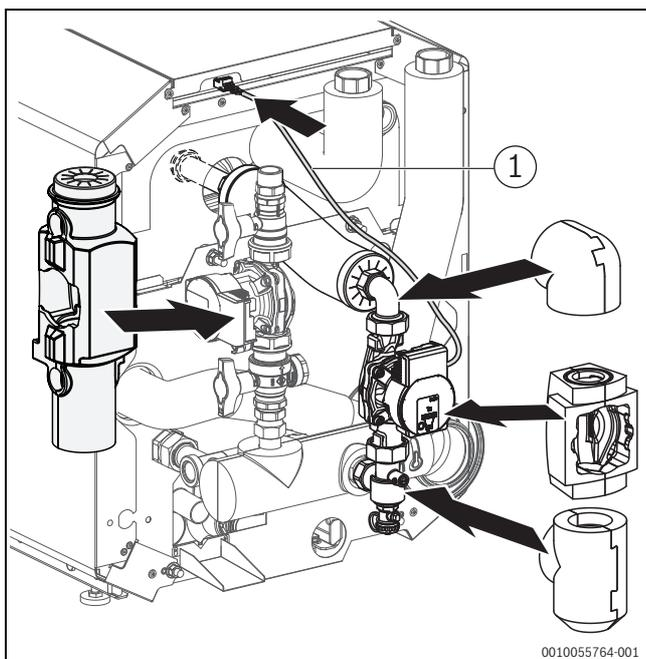

Bild 4 Montage Wärmeschutz und Anschlussleitung der Pumpe
- ▶ Nach erfolgreicher Dichtheitsprüfung Wärmeschutz an alle Komponenten montieren (→Bild 4).
- ▶ Pumpen-Anschlussleitung durch die Aussparung in der Kesselhaube führen und an die Klemme PW1 im Regelgerät anschließen (→Bild 4 und 5)